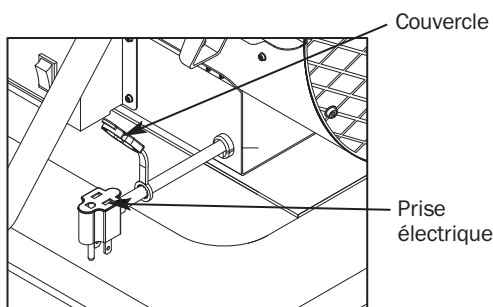

Figure 11 – CORDON D'ALIMENTATION MIXTE
- Toujours couvrir la prise électrique lorsqu'elle n'est pas utilisée. Voir la Figure 11.